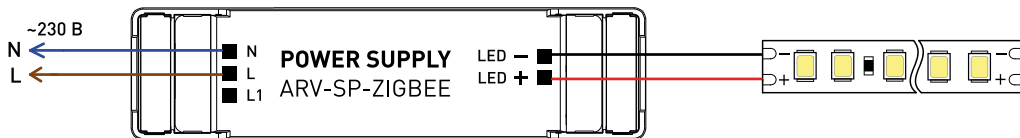

Рис. 1. Схема подключения одноканального источника питания
- 3.6. Подключите входные провода источника питания со стороны **INPUT** к обесточенной электросети, соблюдая маркировку: **N** — синий провод, **L** — коричневый провод (пример подключения на рис. 1).